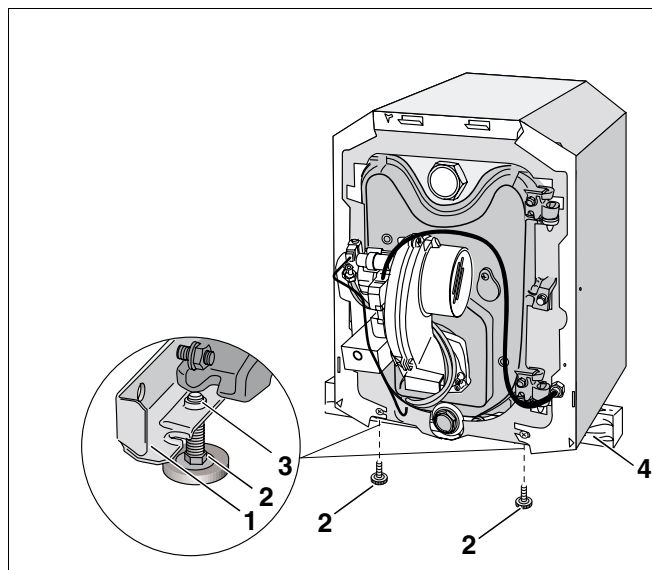

Fig. 13 Montarea suruburilor de reglare
Cu suruburile de reglare (fig. 13, **poz. 2**) puteti corecta eventualele denivelari ale fundatiei respectiv ale suprafetei de amplasare pentru a putea pastra cazanul de incalzire intr-o pozitie orizontala.
- Impingeti (fig. 13, **poz. 4**) grinzile sub cazanul de incalzire, astfel incat sa poata fi stranse (fig. 13, **poz. 2**) suruburile de reglare.
- Introducerea (fig. 13, **poz. 2**) 5–10 mm a suruburilor de reglare în filetul inferior a părții din față a (fig. 13, **poz. 1**) oțelului cornier.
Montarea suruburilor de reglare la partea din spate a oțelului cornier se realizează (fig. 13, **poz. 1**) în mod identic (fig. 13, **poz. 2**) cu montarea acestora la partea din față (fig. 13, **poz. 1**).